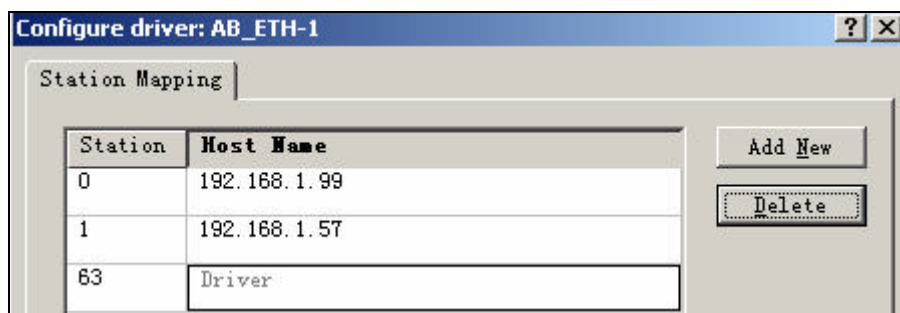

图 4-73 添加 IP 地址
3. 点击 Add New，将 PowerFlex70 和 ControlLogix 框架的 IP 地址添加进新建的 AB_ETH-1 驱动中，如图 4-73 所示。